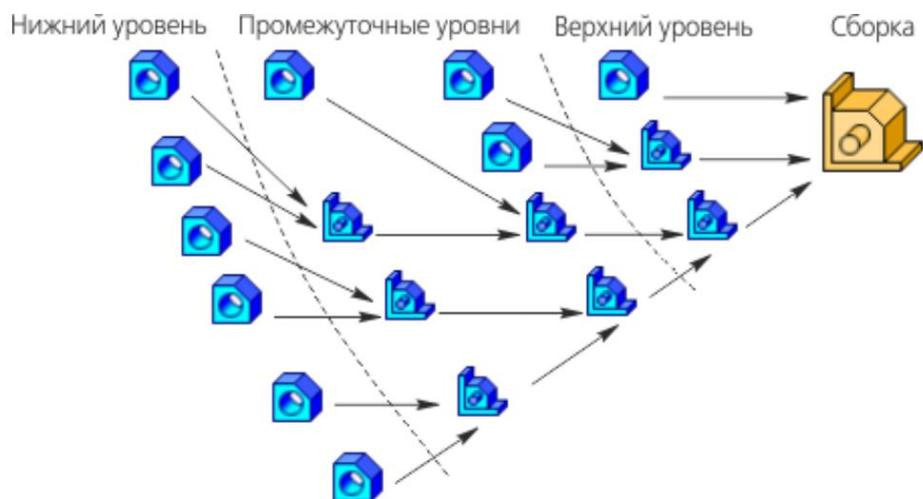

Рис. 3.2. Схема проектирования снизу вверх
– Снизу вверх — в сборку вставляются уже готовые модели компонентов, разработанные независимо друг от друга (– Сверху вниз — компоненты создаются в контексте сборки, при этом построение следующих может базироваться на предыдущих (Рис. 3.2.).